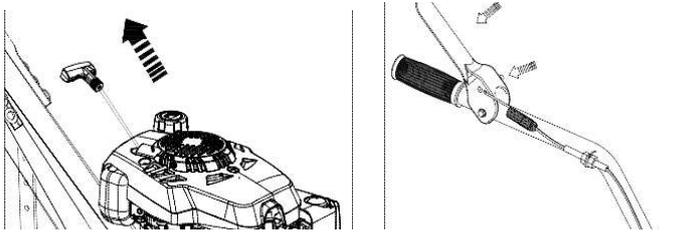

Fig.20
1. Tirez légèrement la poignée lanceur de démarrage jusqu'à ressentir une résistance puis tirez-la rapidement. Répétez l'opération encore une fois si le moteur n'a pas démarré. (Fig. 20).